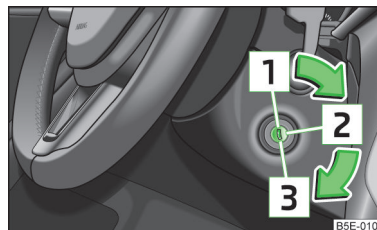

Fig. 117
- Avant le départ, le moteur étant arrêté, la clé de contact doit toujours se trouver en position **2** » fig. 117 à la page 121 (contact mis). Cette position est signalée par des voyants qui s'allument. Si ce n'est pas le cas, cela pourrait amener un blocage inattendu de la direction - risque d'accident !
Moteurs à essence » fig. 117
Moteurs Diesel » fig. 117
Si la **direction est bloquée** et que la clé ne tourne pas ou seulement difficilement dans la position  » fig. 117, faites tourner le volant dans un sens et l'autre : ceci déverrouille le verrouillage de la direction.
- Mettez le contact **[2]** » fig. 117 à la page 121.
Coupez le moteur en faisant passer la clé de contact en position **[1]** » fig. 117 à la page 121.